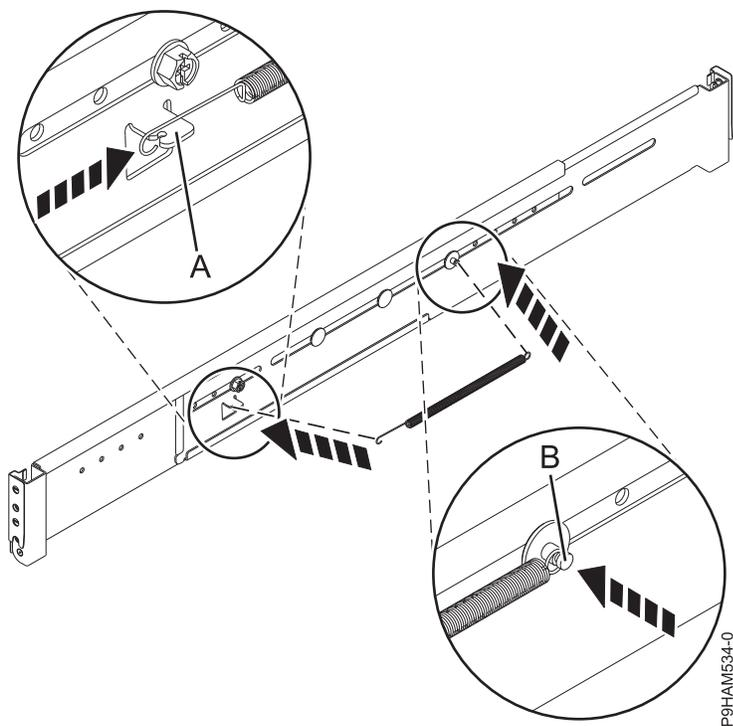

Figure 14. Installation du ressort sur la glissière
3. Installez le ressort sur la glissière en enroulant une extrémité sur le crochet du ressort **(A)** et l'autre autour de la vis de butée **(B)**, comme illustré dans la figure 14, à la page 13.